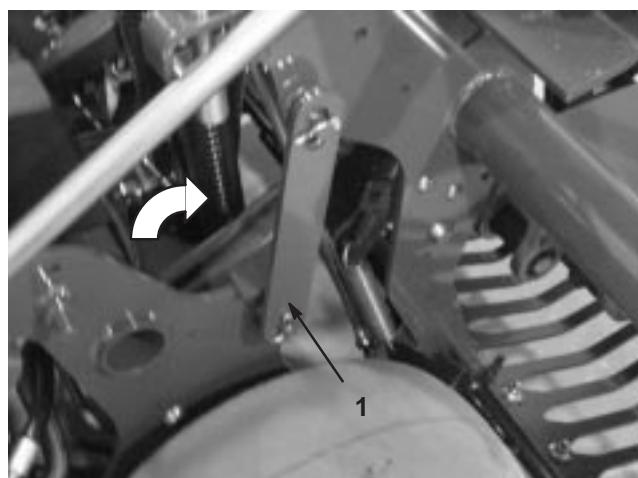

Figure 22
3. Faites pivoter le verrou de service en arrière et engagez-le sur la goupille de la tête d'aération (Fig. 22). Fixez-le en place avec l'anneau.